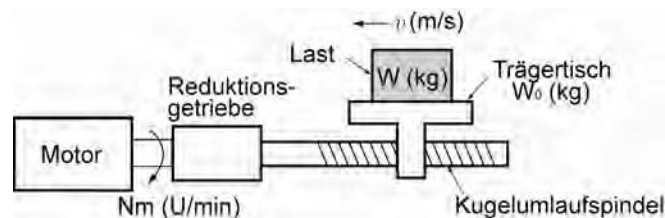

Abbildung 7.7 Horizontalbewegung einer Last
Es wird ein vereinfachtes mechanisches Konfigurationsmodell angenommen, das in Abbildung 7.7 dargestellt ist. Ist die Masse des Trägertischs W_0 (kg), die Last W kg und der Reibungskoeffizient der Kugelumlaufspindel μ , dann wird die Reibungskraft F (N), die gleich der für den Antrieb der Last erforderlichen Kraft ist, wie folgt ausgedrückt:
Wir nehmen einen von einem Motor angetriebenen Trägertisch an (siehe Abbildung 7.7). Ist die Geschwindigkeit des Tisches v (m/s) und die Motordrehzahl N_M (U/min), dann ist die äquivalente Entfernung zur Rotationsachse gleich $60 \cdot v / (2\pi \cdot N_M)$ m. Das Trägheitsmoment von Tisch und Last bezüglich der Rotationsachse berechnet sich wie folgt: